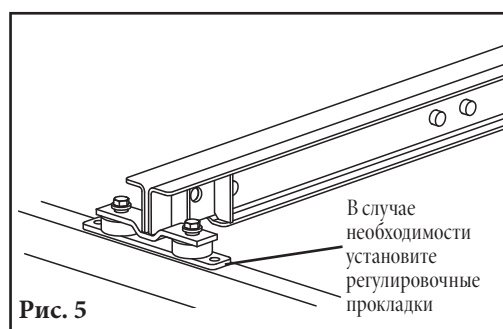

Рис. 5
5. **Установите U-образные поперечины.** Поместите все U-образные поперечины на конструкцию конвейера, выравнивая с монтажными отверстиями, выполненными на шаге 3. Вставьте монтажный болт U-образной поперечины и затяните пальцами (рис. 5). В случае необходимости установите регулировочные прокладки под изолирующими опорами (см. табл. 1). Проверьте высоту центрального натяжного ролика над передним и задним натяжными роликами в зоне нагружения.